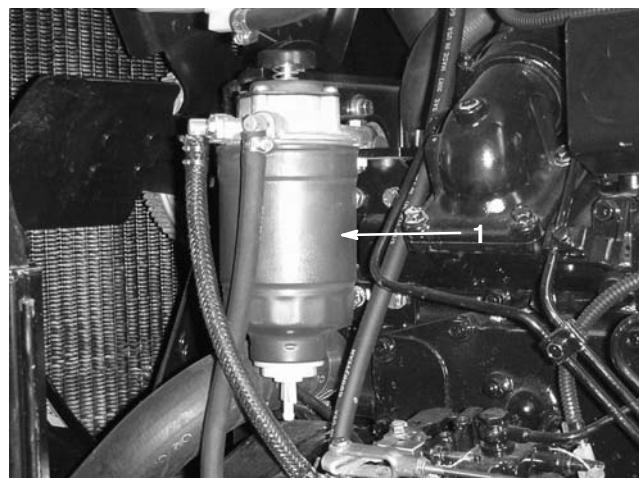

Figure 40
1. Localisez le filtre à carburant près du ventilateur, du côté gauche du moteur, et vidangez la cuvette d'eau chaque jour (Fig. 40).
2. Toutes les 400 heures de fonctionnement ou une fois par an, remplacez l'élément filtrant du filtre à carburant/ séparateur d'eau (Fig. 40) et vidangez l'eau qui se trouve dans le réservoir de carburant. Appliquez du gazole propre sur le joint torique. Montez et serrez l'élément filtrant à la main.